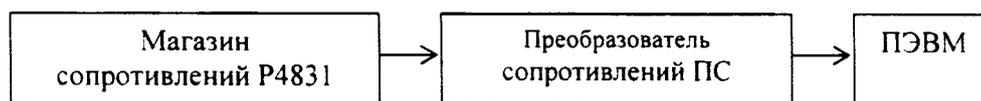

Рис. 1
- для диапазонов измерений I...IV в соответствии с рис. 1;